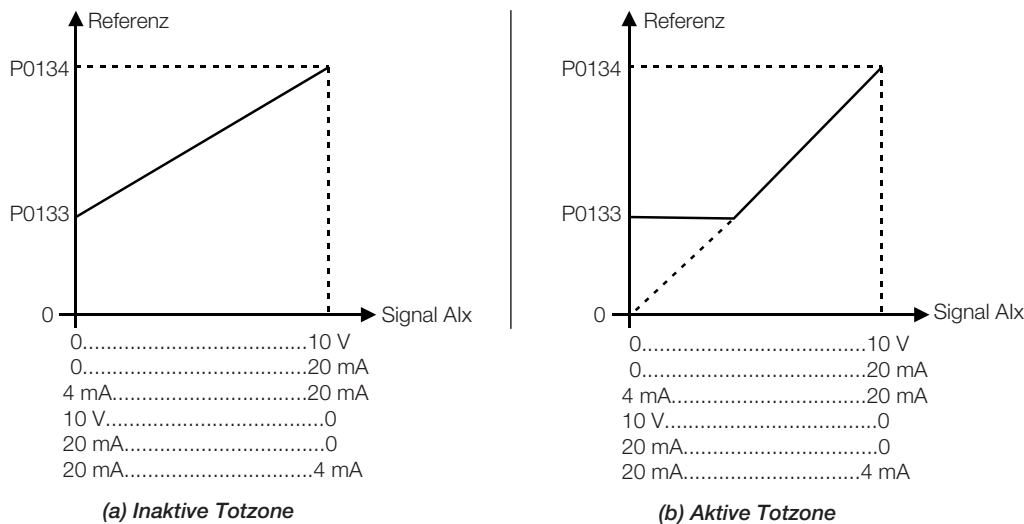

Abbildung 15.1: (a) und (b) Auslösung der Analogeingänge mit inaktiver Totzone
Wenn der Parameter auf inaktiv eingestellt ist (P0230 = 0), wirkt das Signal in den analogen Eingängen auf die Nennfrequenz vom Minimalpunkt aus (0 V / 0 mA / 4 mA oder 10 V / 20 mA) und er ist direkt mit der Minimalfrequenz in P0133 gekoppelt. Bei Verwendung der PID-Sonderfunktion (P0203) über AI1 (1) oder AI3 (2) geht der PID-Sollwert (P0041) auf Null und nicht auf die Minstdrehzahl (P0133). Bitte beachten Sie Abbildung 15.1 auf Seite 15-2.
Wenn der Parameter auf aktiv gestellt ist (P230 = 1), hat das Signal der analogen Eingänge eine Totzone, in der die Frequenz auf dem Minimalfrequenzwert (P133) bleibt, auch wenn das Eingangssignal variiert. Bitte beachten Sie Abbildung 15.1 auf Seite 15-2.
Im Fall der auf -10 V bis +10 V festgelegten Analogeingänge AI3 (P0243 = 4) fallen die Kurven ähnlich der Abbildung 15.1 auf Seite 15-2; ausgenommen, wenn AI3 negativ ist, ist die Drehrichtung umgekehrt.